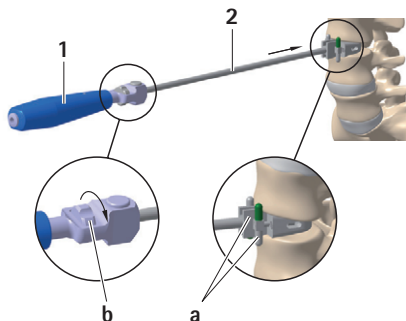

Fig. 1
- ▶ Montar a guia de cinzel 2 à altura do implante e ângulo pretendidos no punho 1, ver Fig. 1.
- ▶ Rodar a roda **b** no sentido horário e ajustar o limite de segurança **a** para o comprimento de cinzel mais curto, ver Fig. 1.
- ▶ Introduzir a guia de cinzel 2 centralmente no espaço discal e ajustar o limite de segurança **a** à profundidade de cinzel pretendida sob controlo radiológico, ver Fig. 1.